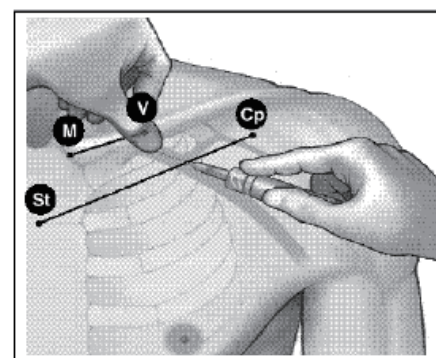

図2: 穿刺部位
- ⑥ 腋窩静脈の直上でSt点とCp点を結ぶ線を3分割した外側部を穿刺する(Ax点)。
- ⑦ ③鎖骨を3分割した正中側部V点に人差し指を置く。この交点に鎖骨下静脈が存在する。
- ⑧ 親指を人差し指に押し付け、鎖骨下1-2 cmを親指で示し、穿刺針が鎖骨下筋を穿刺することを防止する(図2参照)。